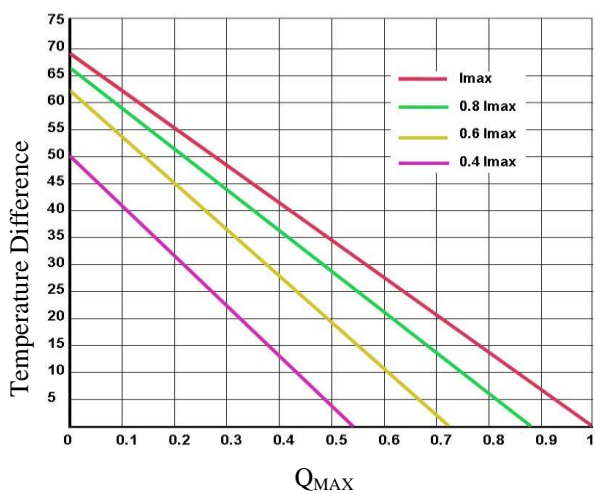
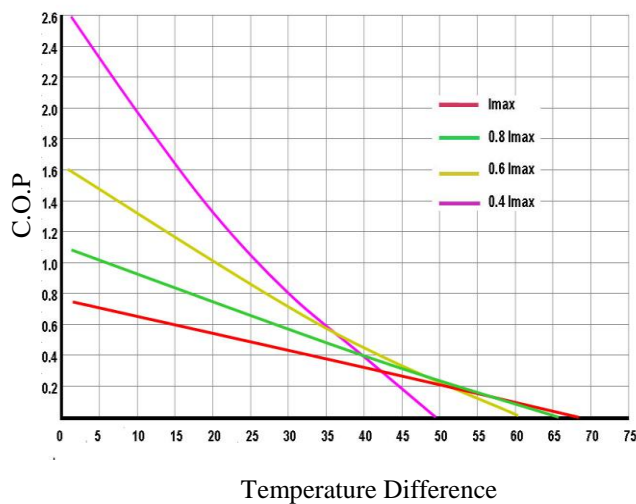

图 2. DT与 Q_{MAX} 的关系图
图 5. C.O.P与DT的关系图
5. 用图 2 到图 5 中的图表来决定使用哪一种 TEC：需要用散热片散多少热，散热片的温度是多少，等等。